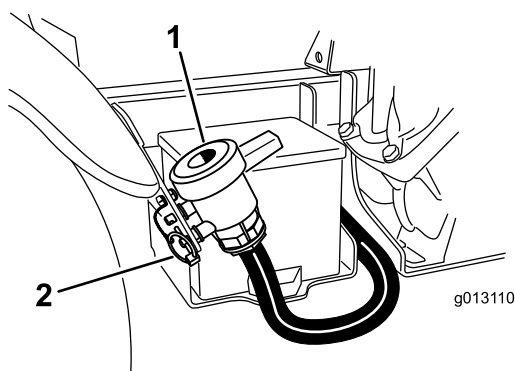

Figure 26
2. Trouvez l'emplacement du robinet de vidange de la cuve du côté droit de la machine (Figure 26). Le robinet se trouve sur le support d'aile, près de la batterie.